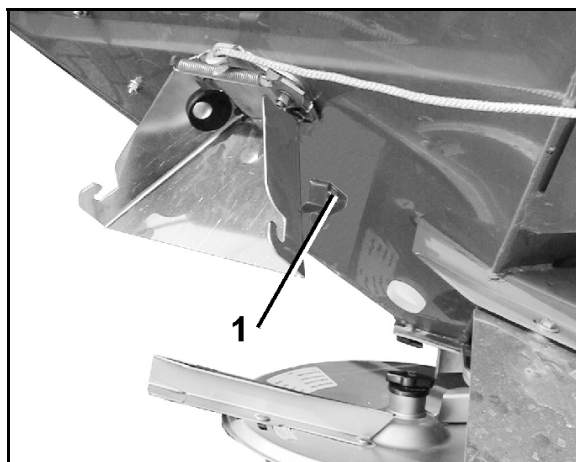
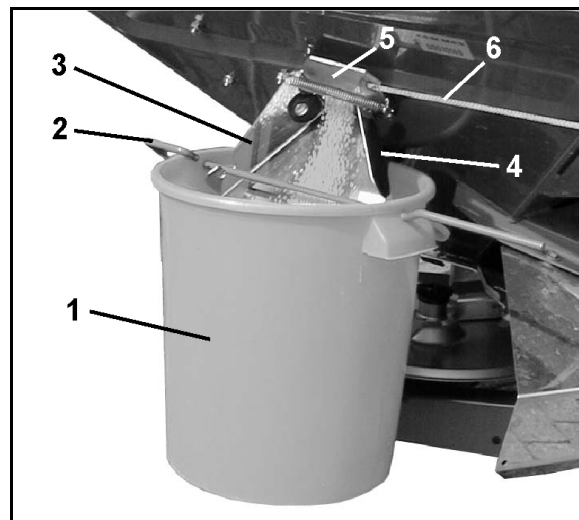

Fig. 58
Fig. 60
1. Heng opp samlebeholderen (Fig. 60/1) på utløpsrennen (Fig. 60/3) ved hjelp av bøylen (Fig. 60/2). La samlebeholderen gå i spor i klemanordningen (Fig. 60/4 og Fig. 58/1).
2. Hold sidespjeldet (Fig. 60/5) på utløpsrennen helt åpent i ca. 5 sek ved hjelp av en snor (Fig. 60/6) (for å sikre en jevn gjødselstrøm). Tøm så den oppsamlede gjødselmengden tilbake i sprederen.